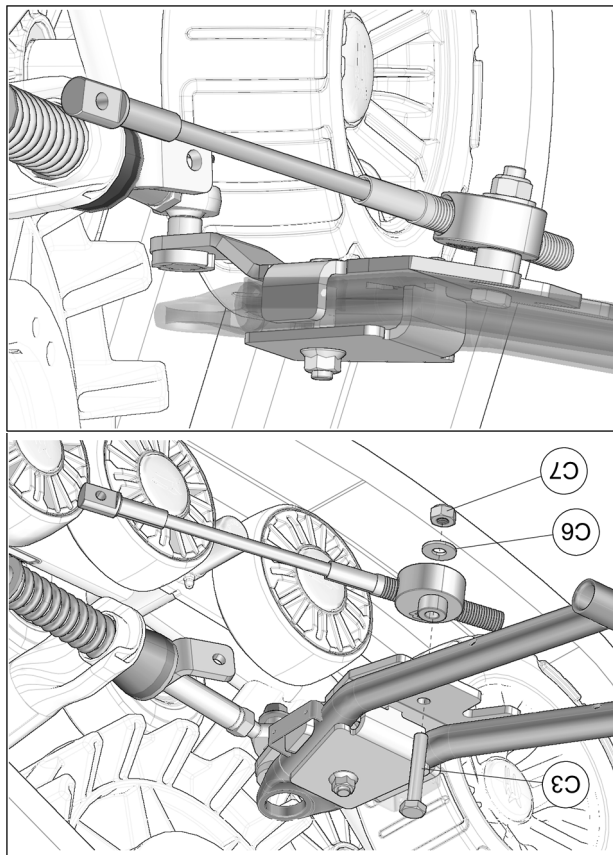

Fig. 23
12. Positionner le disque du câble assemblé du limiteur de conduite sous l'ancrage. Insérer le boulon (C3) à l'arrière de l'ancrage, la rondelle (C6) et l'écrou (C7) par le dessous, et fixer le limiteur de conduite en place. Serrer l'écrou à un couple de 50 N•m [37 lb•pi]. Voir la Fig. 23